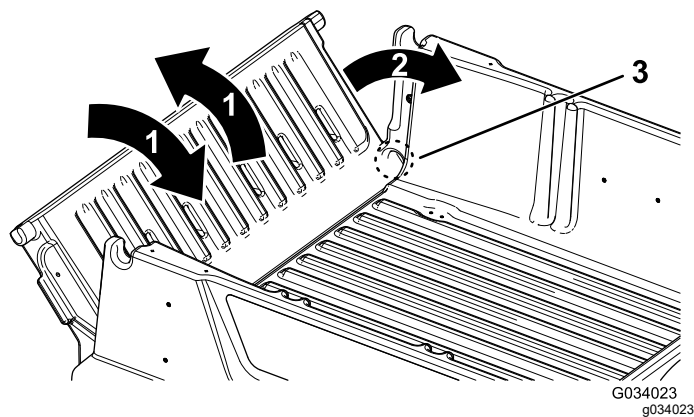

Bild 23
2. Drehen Sie die Heckklappe auf eine ungefähre Stellung von 45° (Bild 23).
3. Drehen Sie die Heckklappe mehrmals mit kurzen, schüttelnden Bewegungen (Bild 23).